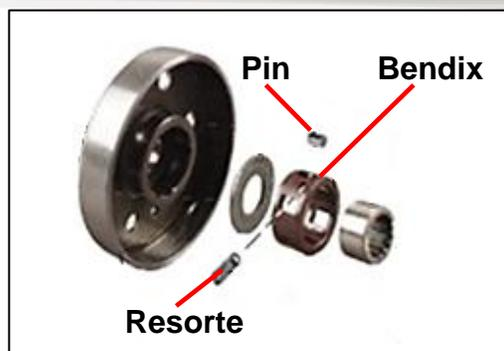

Fig. 5.106
1. Instale los tres pines, y el resorte de presión en el bendix de soporte. **Fig. 5.106**